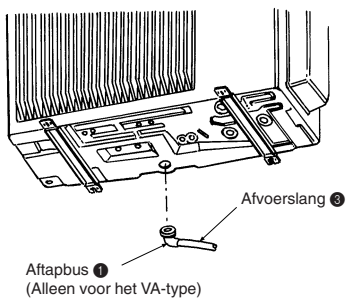

Fig. 4-1
4. Afvoerleidingen voor buitenunit (Fig. 4-1)